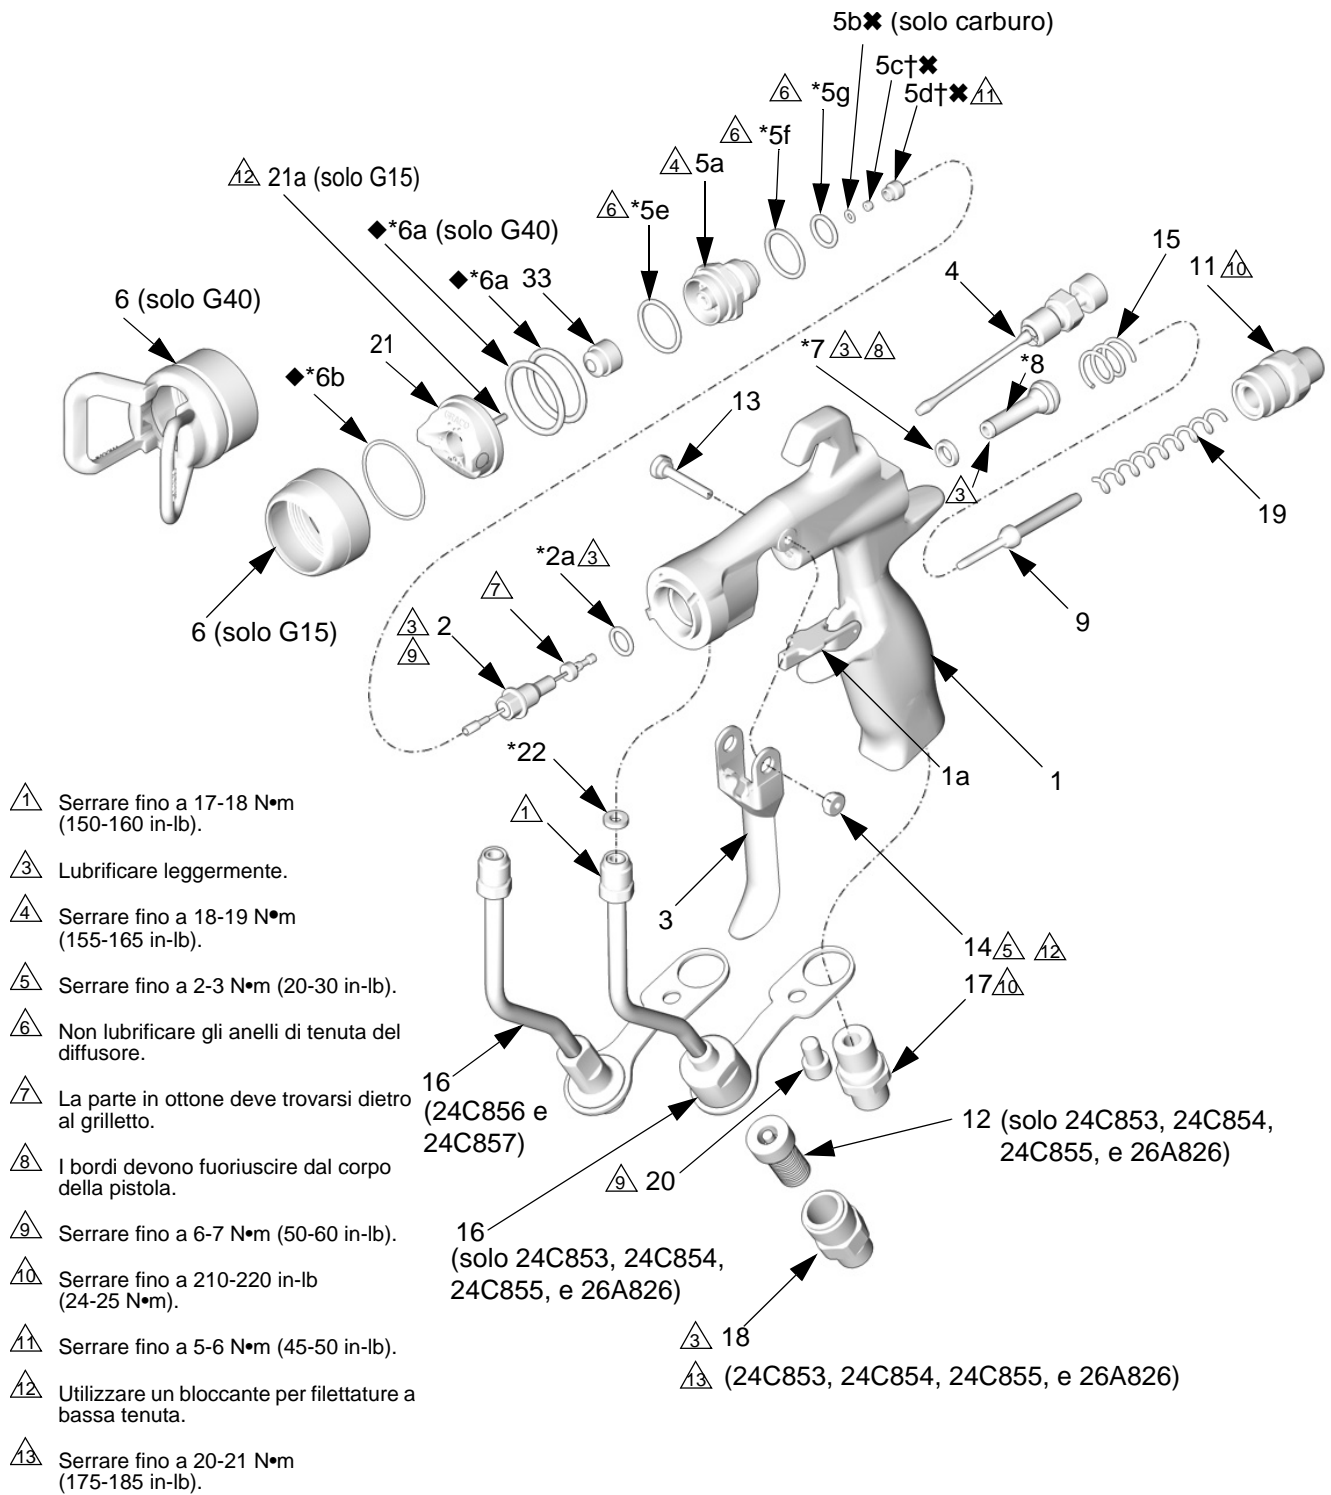

FIGURA 43
1. Installare la guarnizione del tubo (22\*) nella pistola. Serrare a mano il connettore del tubo del fluido (C) nell'ingresso del fluido alla pistola. Serrare a mano il raccordo ingresso aria della pistola (17) e la vite (20). Serrare il raccordo del tubo del fluido a 150-160 in-lb (17-18 N•m). Serrare il raccordo di ingresso dell'aria a 210-220 in-lb (24-25 N•m). Serrare la vite della staffa del tubo del fluido a 50-60 in-lb (6-7 N•m). Vedere la FIGURA 43.
2. Installare il filtro del fluido di ingresso (12) nella base del tubo di fluido. Avvitare il raccordo di ingresso del fluido (18) nella base del tubo. Serrare fino a 175-185 in-lb (20-21 N•m). Vedere la FIGURA 43.
4. Lubrificare l'estremità anteriore del gruppo della valvola aria (8\*). Fare scorrere con delicatezza il gruppo della valvola aria sul retro della pistola, passando attraverso la guarnizione a U (7\*), fino a dove arriva. Fare attenzione a non danneggiare la guarnizione a U. Vedere la FIGURA 43.
5. Inserire con cautela la parte più sottile dello stelo (9) nella valvola dell'aria (8\*).
6. Installare le due molle (15 e 19). Avvitare il tappo della molla (11) nella parte posteriore del corpo della pistola. Serrare fino a 210-220 in-lb (24-25 N•m).
7. Lubrificare leggermente gli anelli di tenuta del gruppo dell'ago e lo stelo su cui scorre la guarnizione. Accertarsi che l'anello di tenuta (2a\*) sia al suo posto sul corpo della pistola (1).
9. Installare il grilletto (3), il perno rotante (13) e il dado (14). Utilizzare un bloccafili a basso potere e assicurarsi che il pezzo di ottone del gruppo dell'ago del fluido (2) si trovi dietro al grilletto. Vedere la FIGURA 43. Lubrificare entrambi i lati del perno girevole dove il grilletto tocca il perno e lubrificare la protuberanza su entrambi i lati della pistola dove il grilletto tocca il corpo della pistola. Serrare il dado a 20-30 in-lb (2-3 N•m).
10. Attivare la pistola per ritrarre l'ago mentre si avvitano il gruppo della sede (5) dal corpo della pistola (1), usando lo strumento della pistola (30). Serrare fino a 18-19 N•m (155-165 in-lb). Quando il serraggio è corretto, la flangia finisce fuori dalla pistola.
11. Collegare l'anello di ritenzione (6), il cappello aria (21) e l'ugello di spruzzatura (33).